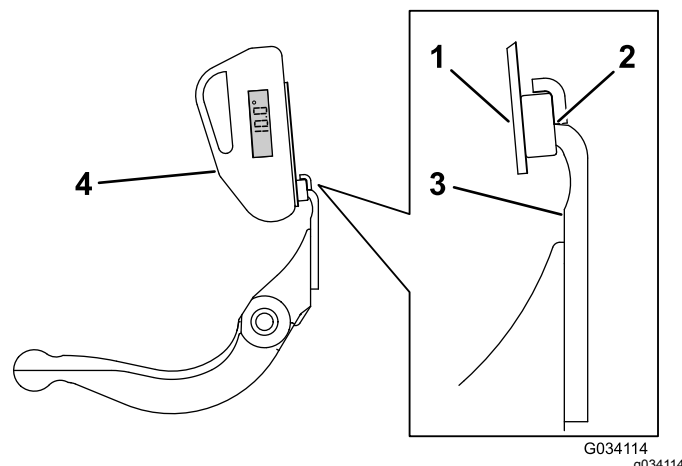

図 13
3. 傾斜計のマウントをベッドナイフのエッジに合わせ、マグネットのエッジとベッドナイフのエッジを密着させる 図 13。
4. 図 13 に示すように、マウントの上に傾斜計を置く。